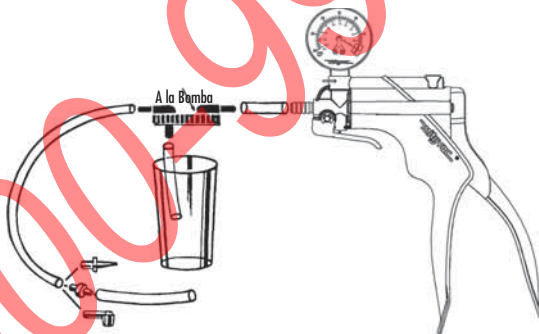

FIGURA 16: JUEGO DE PURGA DEL FRENO
3) Introduzca deslizando $1\frac{1}{2}$ " de tubo entre la bomba y la tapa del vaso del depósito, en el orificio marcado "TO PUMP" (a la bomba) (FIGURA 16).